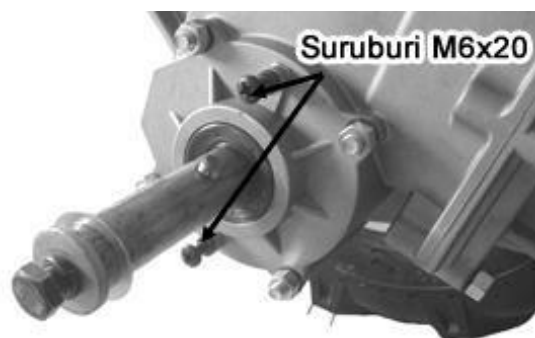

Figura 2
1. Desurubati cele două șuruburi de pe transmisie. Consultați Figura 2 de mai jos.